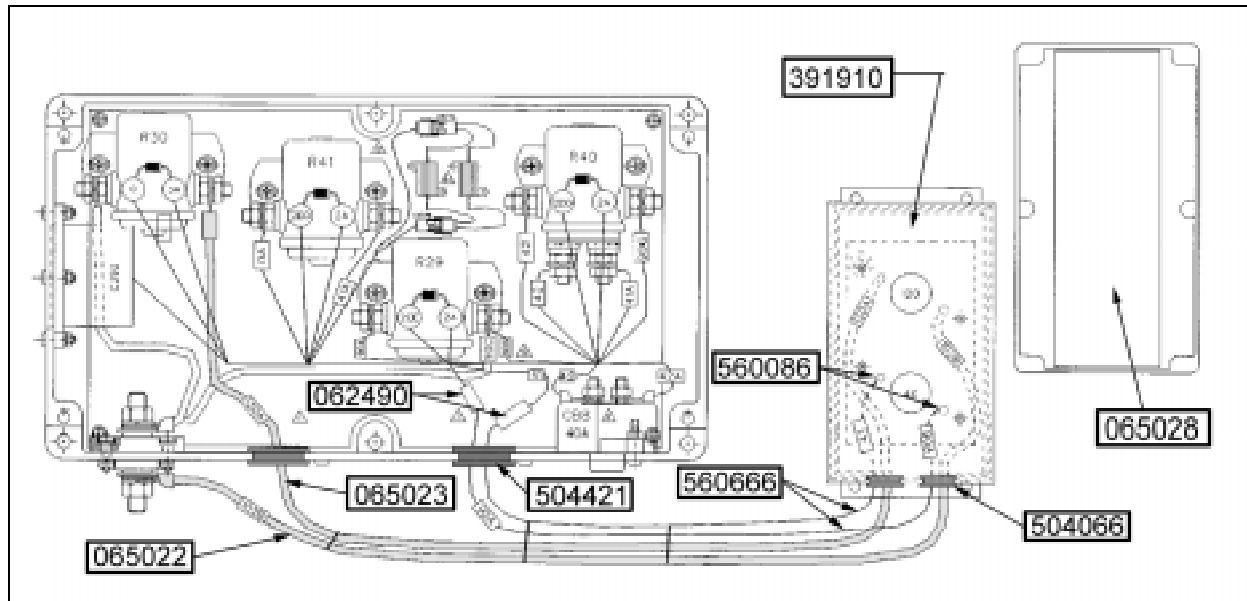

FIGURE 4 : INSTALLATION DU CÂBLAGE ENTRE LA BOÎTE DE DISJONCTEURS ET LA BOÎTE DE JONCTION A/C
4. Installer deux passe-fils (Prévost #504421) sur la boîte de jonction A/C et les deux autres passe-fils (Prévost #504066) sur la boîte de disjoncteurs. Acheminer les câbles 102 (Prévost #065022) et 130 (Prévost #065023) entre la boîte de jonction et la boîte de disjoncteurs (voir figure 4).
7. Installer une cosse à anneau (Prévost #560086) à chacune des extrémités des fils électriques pour fixer ces derniers sur les bornes à l'intérieur de la boîte des disjoncteurs (voir figure 4).